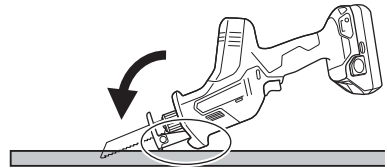

Fig. 26
- (2) Apriete ligeramente el gatillo para mantener una velocidad baja a medida que corta gradualmente el material. (Fig. 26).